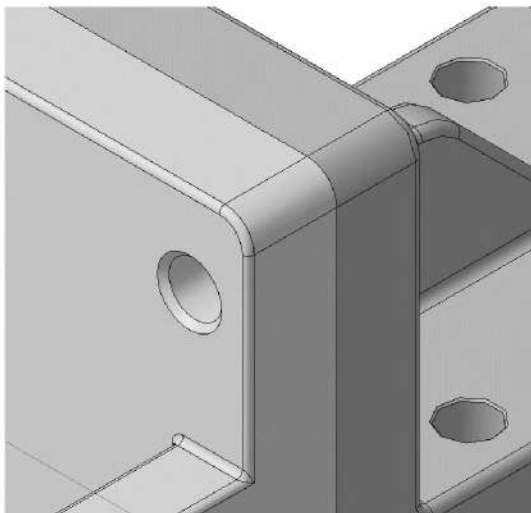

Рисунок 3.109. Отверстие для добавления набора элементов
10.3.1 Увеличьте правый верхний угол сборки (рисунок 3.109).